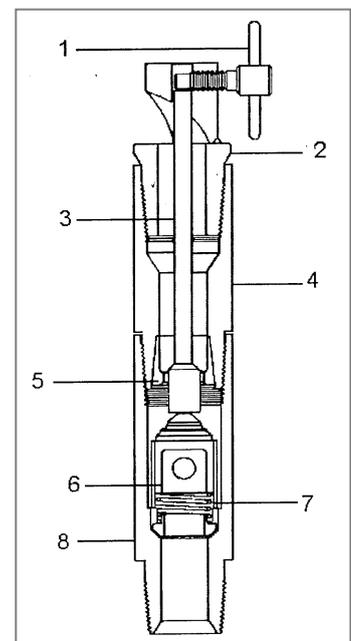

Fig.II.7. Gray valve
B. Vanne à clapet anti-retour (Gray valve): (Fig.II.7)